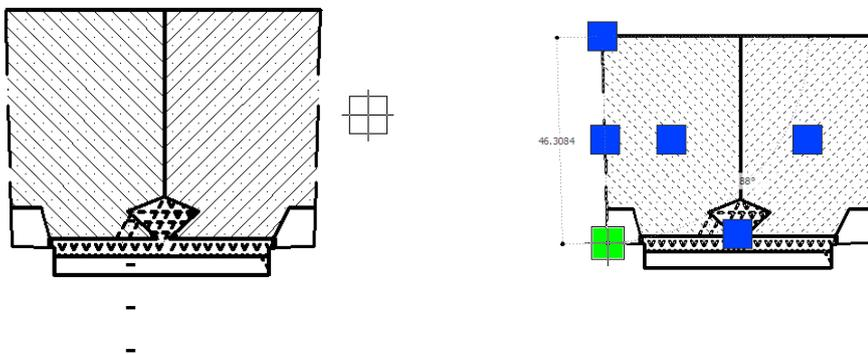

Рис.4.1. Пример выбора объектов с помощью указателя мыши
- ◆ Непосредственным указанием на объекте с помощью указателя мыши (Рис. 4.1);